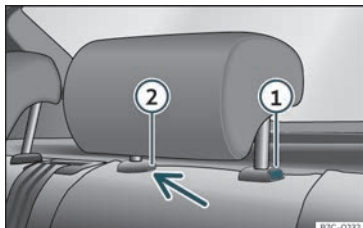

Fig. 99 Poggiatesta posteriore: smontaggio.
- Premere il tasto»» fig. 99 ①, premendo al tempo stesso attraverso il foro della sicura ② con un cacciavite piatto di massimo 5 mm di larghezza e rimuovere il poggiatesta.